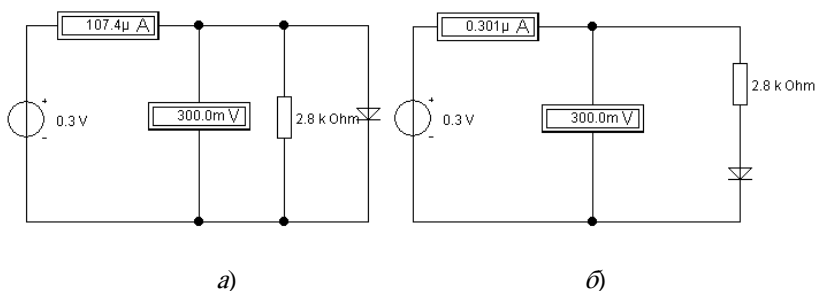

Рис. 19. Пример схем измерения ВАХ параллельной и последовательной цепей
3. Аналогично предыдущим двум пунктам снять ВАХ параллельной и последовательной цепей линейного и нелинейного элементов, представленных на рис. 19, *а* и *б* соответственно.